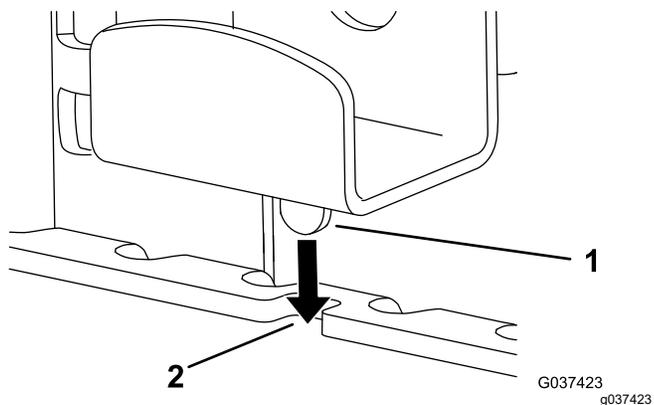

Рисунок 7
2. Ослабьте ручку и опустите верхний кронштейн, вставив выступ в выемку кронштейна шарнира (Рисунок 7).